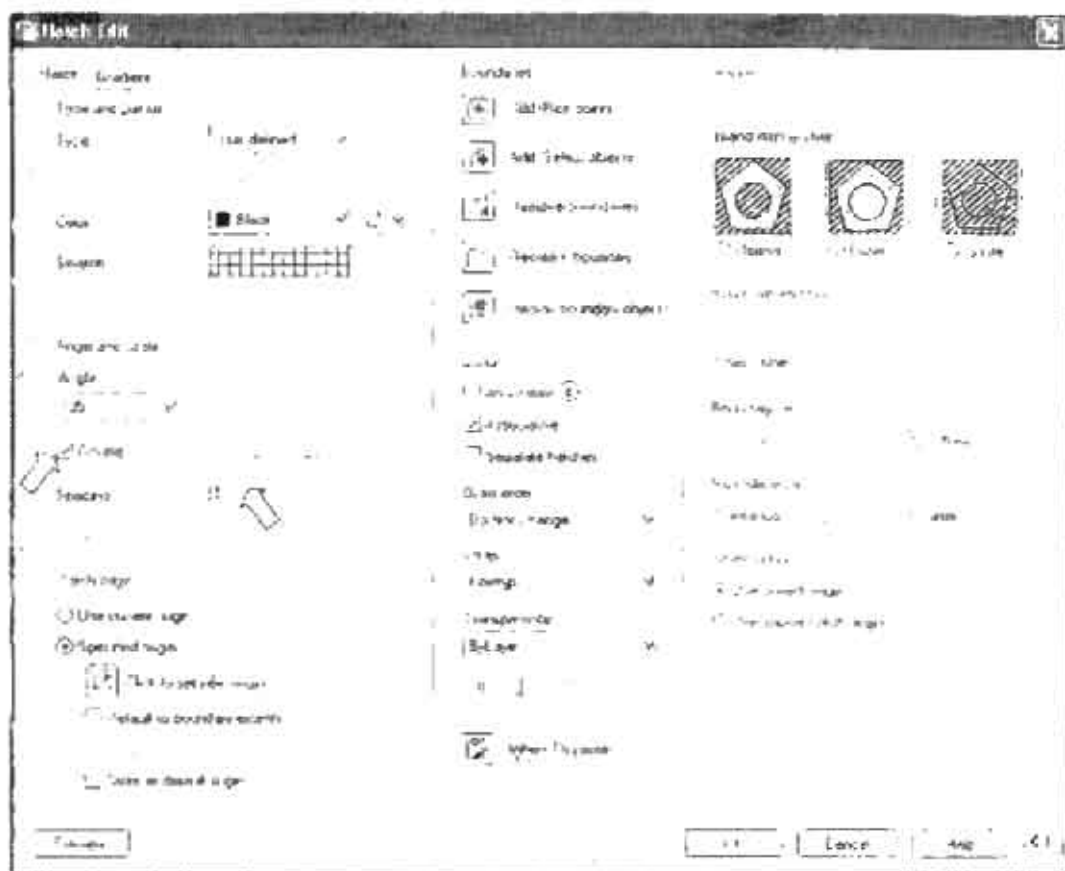

Рис. 7.30. Диалоговое окно **Hatch Edit** (Редактирование штриховки)
2. Выберите редактируемую штриховку. Появится диалоговое окно **Hatch Edit** (рис. 7.30) По внешнему виду окно похоже на диалоговое окно создания штриховки, но с несколькими деактивированными областями – они не реагируют на указатель мыши.